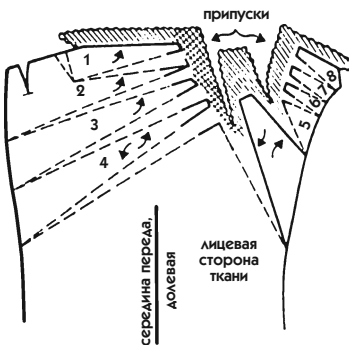

Рис. 627
• Сделайте необходимое расширение: складок 1, 2, 3, 4 — на 3,5 см, складок 5, 6, 7, 8 — на 2,5 см (рис. 627).
• Если вытачка справа оказалась слишком глубокой и не может быть закрыта полностью (расширение слишком большое), перенесите избыток ее распах ближе к боковому срезу (рис. 627).
3. Начертите контуры всех деталей, обведите складки, затем прибавьте припуски на швы (см. волнистые линии и заштрихованные участки на рис. 627).